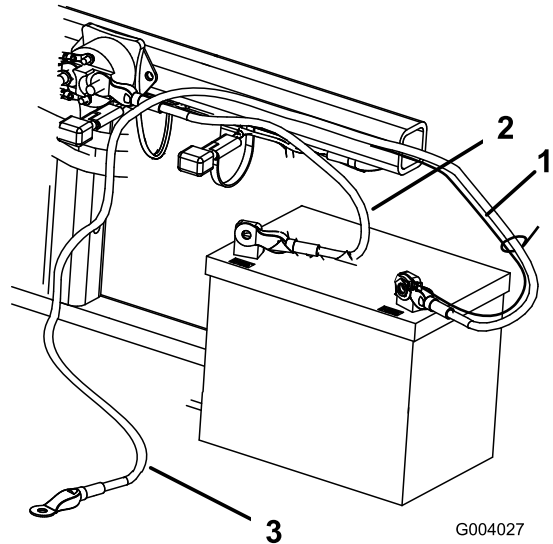

Figure 5
2. Fixez le câble positif (rouge) à la borne positive (+) avec un boulon ($\frac{1}{4}$ " x $\frac{5}{8}$ ") et un contre-écrou (Figure 5).
3. Fixez le petit câble noir et le câble négatif (noir) à la borne négative (-) de la batterie avec un boulon ($\frac{1}{4}$ " x $\frac{5}{8}$ ") et un contre-écrou ($\frac{1}{4}$ ") (Figure 5).